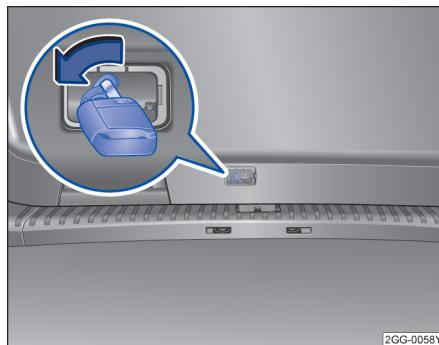

图 56 行李厢盖应急解锁
- 用手指或长型工具沿箭头方向拨动行李厢盖→图 56 应急解锁装置，同时将行李厢盖向外推，直到其打开。